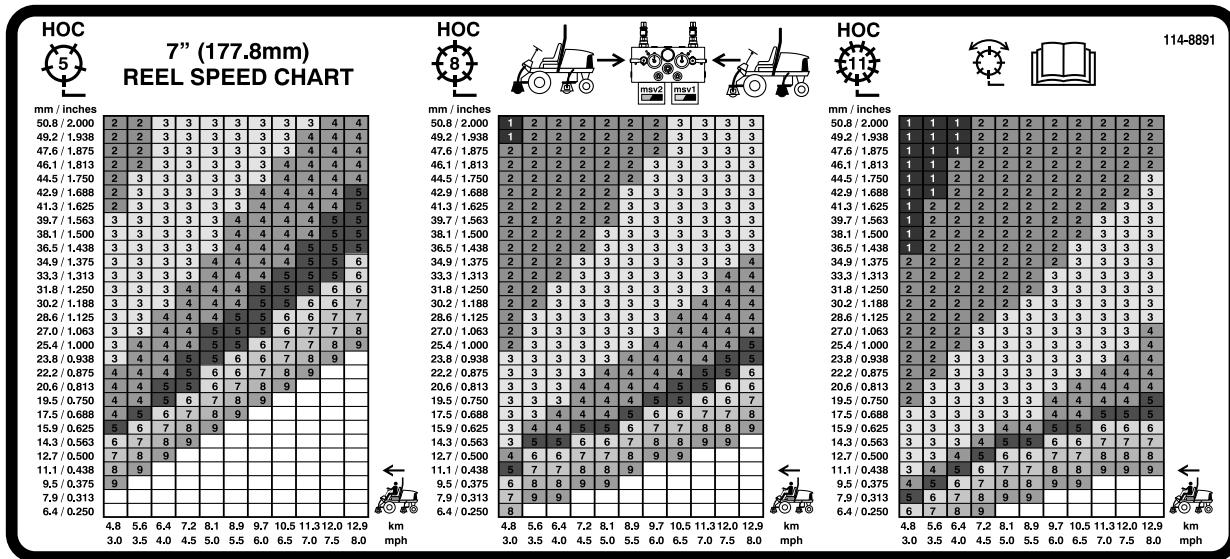
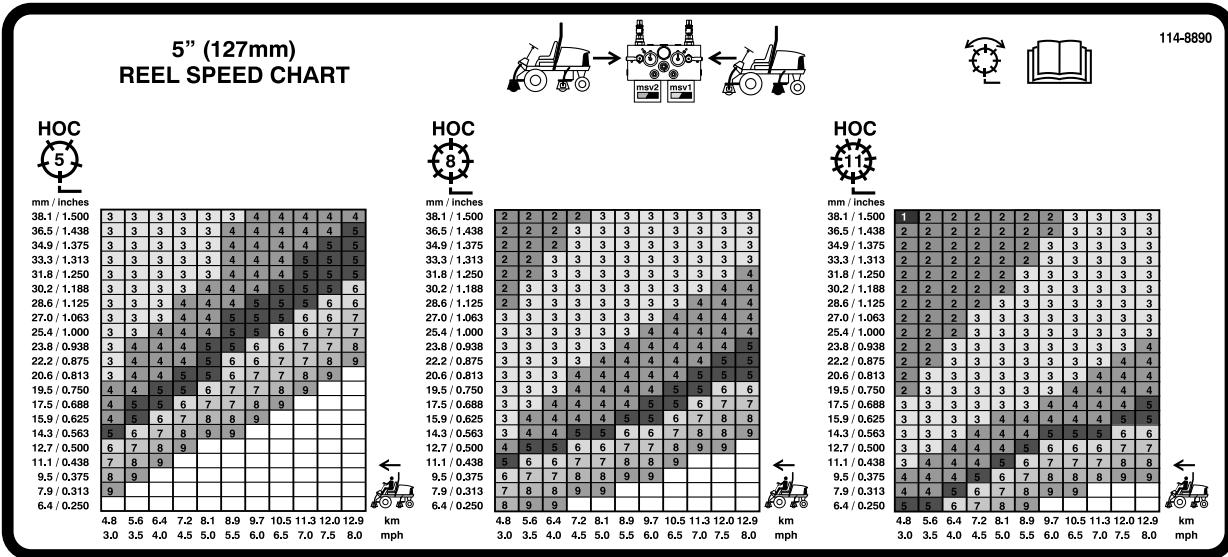

Figure 38
Figure 39
3. En utilisant le graphe approprié figurant sur l'autocollant 110-0996 (Figure 38) pour la Reelmaster 5510 & 5610, tabliers de coupe 7 pouces ou sur l'autocollant 110-8923 (Figure 39) pour la Reelmaster 5410, tabliers de coupe avec cylindre 5 pouces, vous pouvez déterminer le réglage approprié pour la vitesse des cylindres.